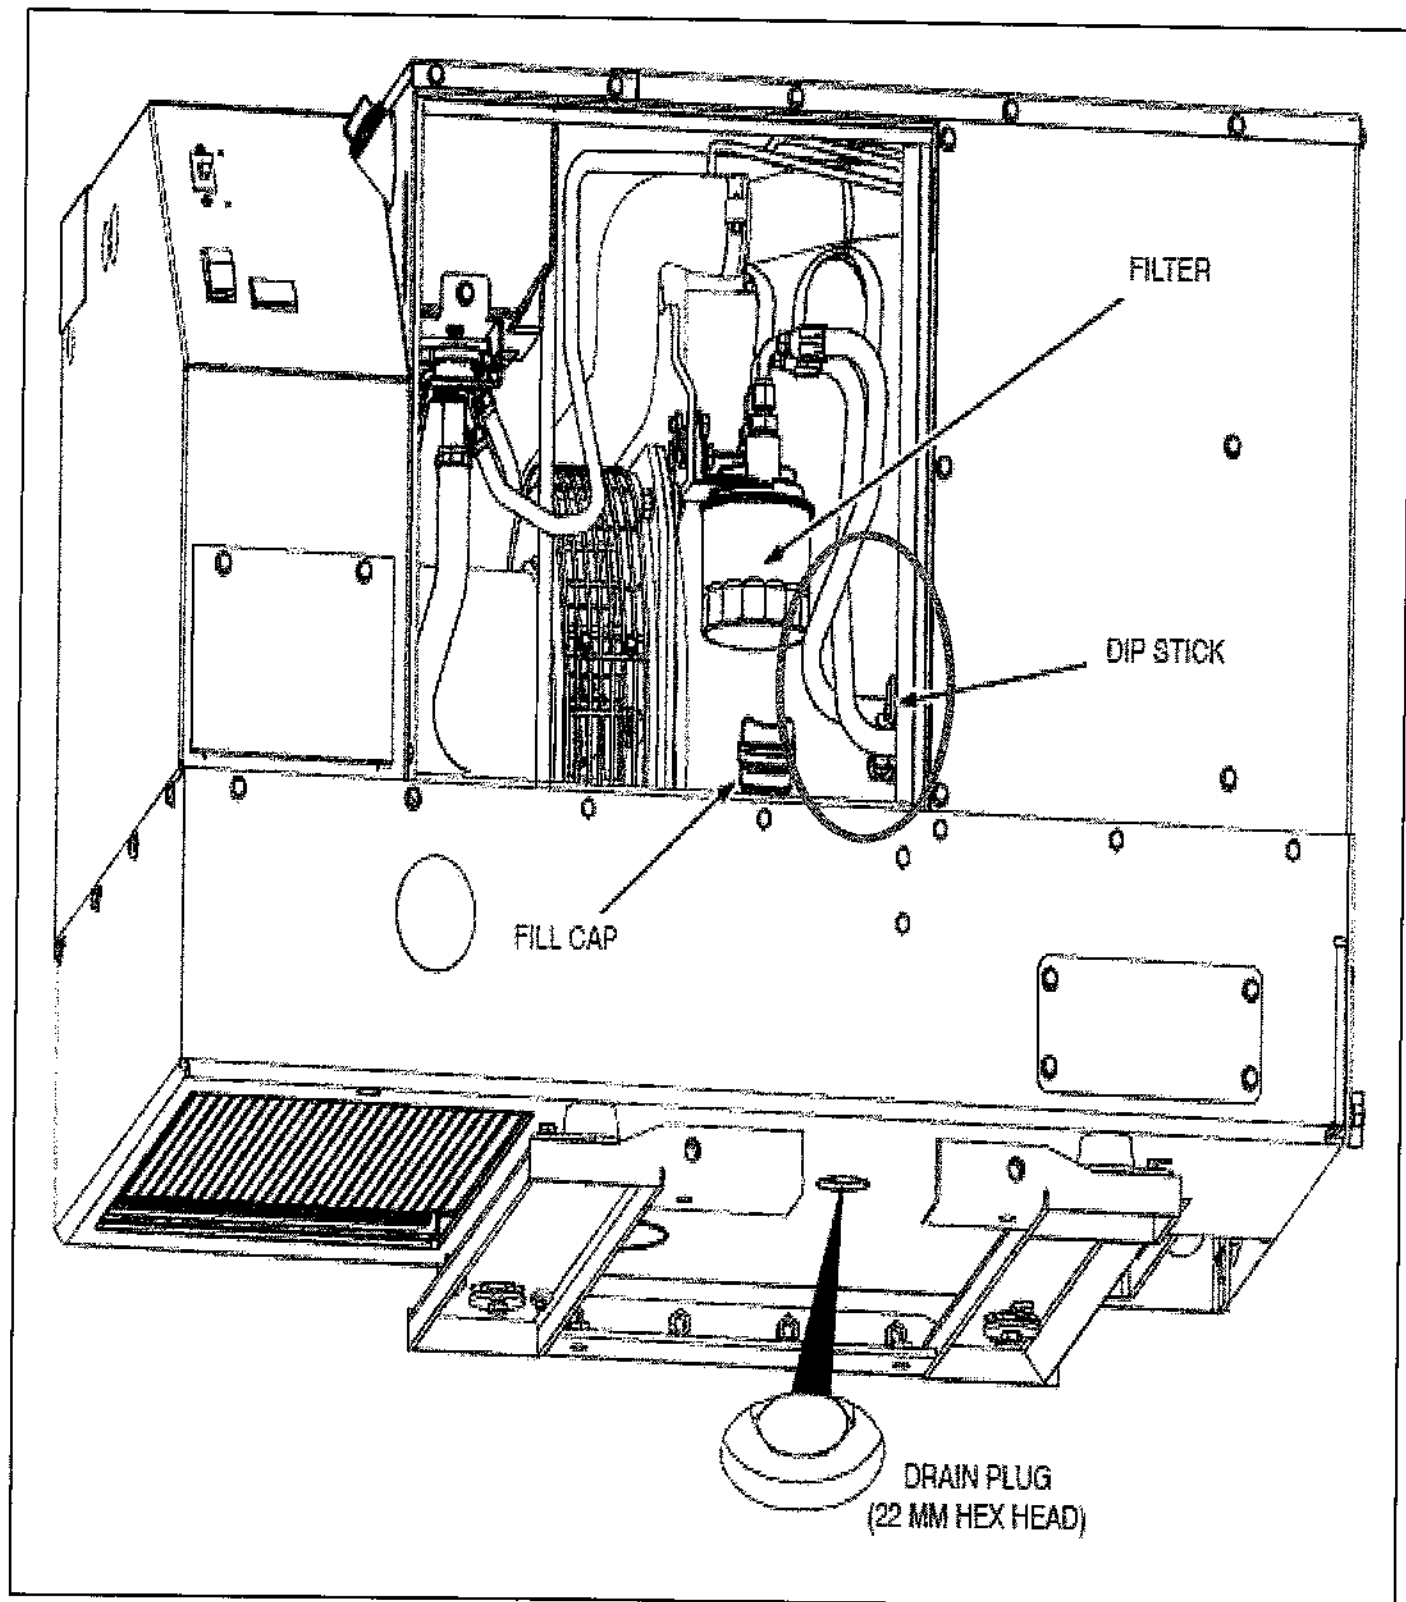

Figura 2
2. *Tire de la varilla de aceite (dip stick), limpiarla, vuelva a insertar y tire de ella de nuevo para comprobar el nivel de aceite **(Figura 2)**.*